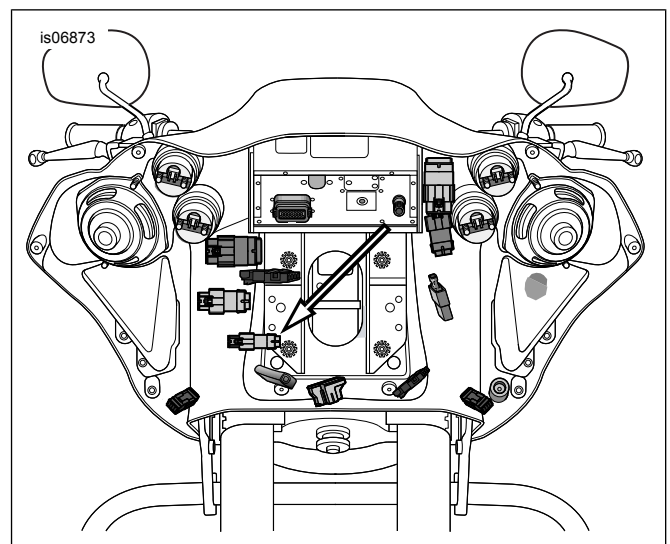

Figure 6. Konektor ng Jumper Harness ng Twist Grip Sensor (mga FLTR na modelo)
5. Tingnan ang Figure 6 . Ikonekta ang kalahati ng TGS na konektor mula sa kanang hand grip patungo sa kalahati ng konektor ng harness.